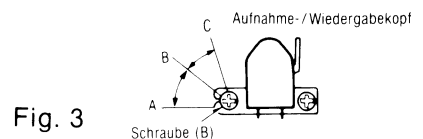

Fig. 3
Schraube (B) in Fig. 3 auf maximalen Ausgangspegel des linken und rechten Kanals abgleichen.
3. Durch Drehen der in Fig. 3 gezeigten Schraube (B) die Winkel A und C (Punkte, wo Spitzenausgangspegel für den linken und rechten Kanal erreicht werden) ermitteln. Anschließend den Winkel B zwischen dem Winkel A und C ermitteln, d.h. den Punkt, wo die Ausgangspegel des linken und rechten Kanals ausbalanciert (ausgeglichen) sind. (Siehe Fig. 3 und 4.)
- 8kHz-Signal des Testbandes (QZZCFM) wiedergeben. Schraube (B), wie in Fig. 3 gezeigt, so einstellen, daß Zeiger von zwei Röhrevoltmeter auf Maximum ausschlagen und am Oszillographen eine Wellenform wie in Fig. 6 erreicht wird.